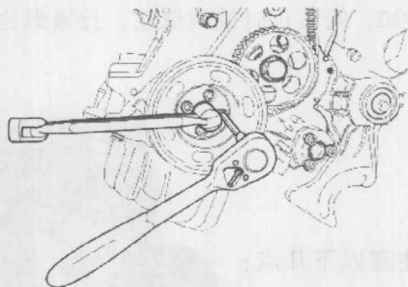
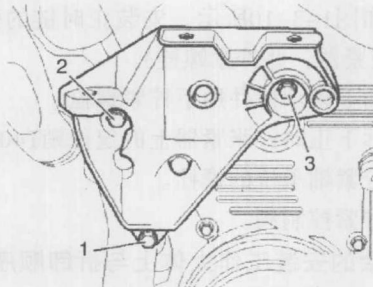

图1-4-1 拆下带盘
图1-4-2 从发动机支架上旋出螺栓
①将发动机盖拆下。
②拆下多楔带并取出定位芯棒 T10060。
③将上部软管从冷却液补偿罐上拔下。
④拧下冷却液补偿罐并将其放在一边。
⑤拆下同步带护罩上部件。
- ⑥安装带底座的支撑工具10-222A,并将发动机支撑在安装位置。
- ⑦拆下隔音垫。
- ⑧拆下减振器/带盘,如图1-4-1所示。
- ⑨拆下中部和下部同步带护罩。
- ⑩将下部螺栓1从发动机支架上旋出,如图1-4-2所示。
- ⑫用支撑工具将发动机举升起,直至能将发动机支架上部的两个螺栓2和3松开并旋出为止,如图1-4-2所示,向上取出发动机支架。